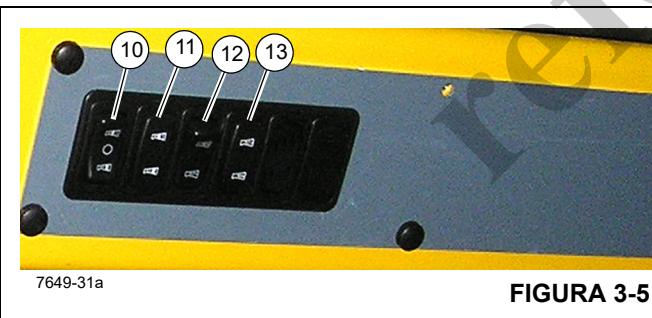

Figura 3-5 - Números de artículos
El selector de telescopización de la sección interior central/central (IM/CM) de la pluma (10, Figura 3-5) y el indicador (11) se ubican en el tablero de control superior. Es un interruptor de tres posiciones que se utiliza junto con el interruptor de control de modos automático/manual de telescopización de la pluma (12, Figura 3-5).
El interruptor de modos automático/manual de telescopización de la pluma (12, Figura 3-5) y el indicador (13) se ubican en el tablero de control superior. Es un interruptor de dos posiciones, automático o manual. Este interruptor tiene un protector para evitar el accionamiento inesperado.